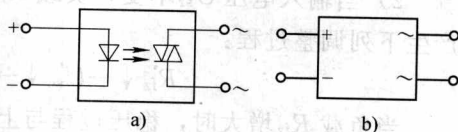

图 1—4 固态继电器
(1) 固态继电器的工作原理。固态继电器根据内部结构不同，可分为交流型和直流型两大类。其开关（触点）电流从几安到几十安不等。下面介绍一种国内市场已有供应且价格不太高的 SP1110 型继电器。其原理如图 1—4a 所示。SP1110 型继电器是一只由发光二极管及两个
单向反接光电晶闸管组成的四端器件，其图形符号如图 1—4b 所示，性能参数见表 1—1。